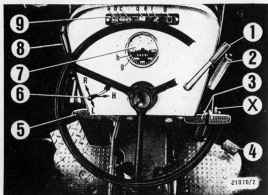

Bild 3
Die Funktion des Blinklichtes wird durch 3 Leuchten in der Kontrolleuchtenleiste ③ angezeigt: a = 1. Leuchte (links) - Schlepper, b = 2. Leuchte - 1. Anhänger, c = 3. Leuchte - 2. Anhänger. (Bild 3)